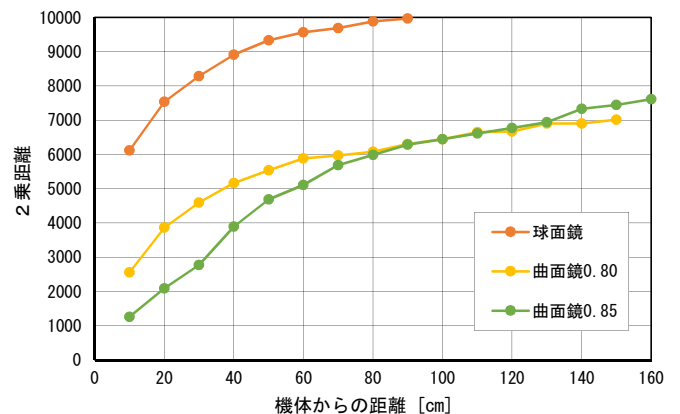

図6 機体からの距離と2乗距離比較
- ・曲面鏡ではRho値が大きいくほど計測範囲を有効に利用しており、より精度の高い2乗距離の計測が期待される。(図6)